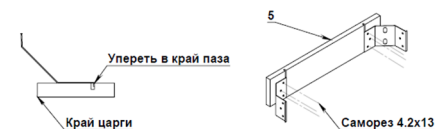

Рисунок 2.
С помощью саморезов 4,2x13 закрепить угловую стяжку к малой царге (5) по наколам, упереть край стяжки к внутреннему краю паза. Установить угловые стяжки с обеих сторон каждой малой царги (рис.2)